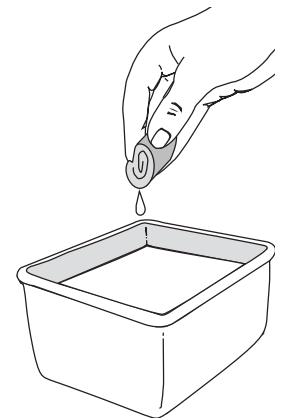

Fig. 35
3. Lave el filtro con agua y detergente (Fig. 35). Enjuague bien el filtro. Escorra el exceso de agua. Déjelo secar por completo.